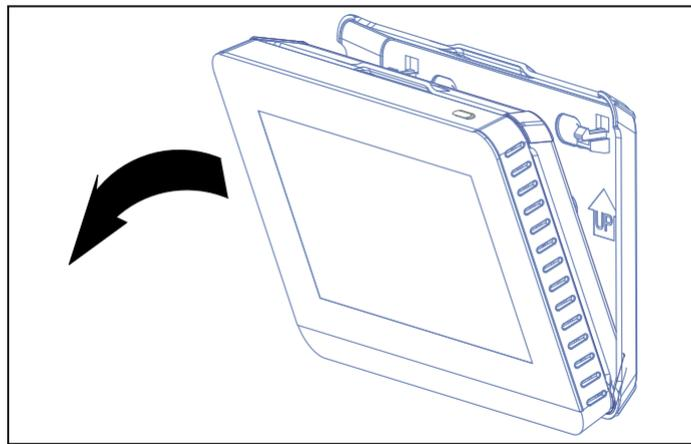

Рисунок 2 Снимите заднюю крышку с пульта ЦУ
3.1.1 С помощью крестообразной отвертки Phillips снимите заднюю крышку с пульта ЦУ. См. Рисунок 2